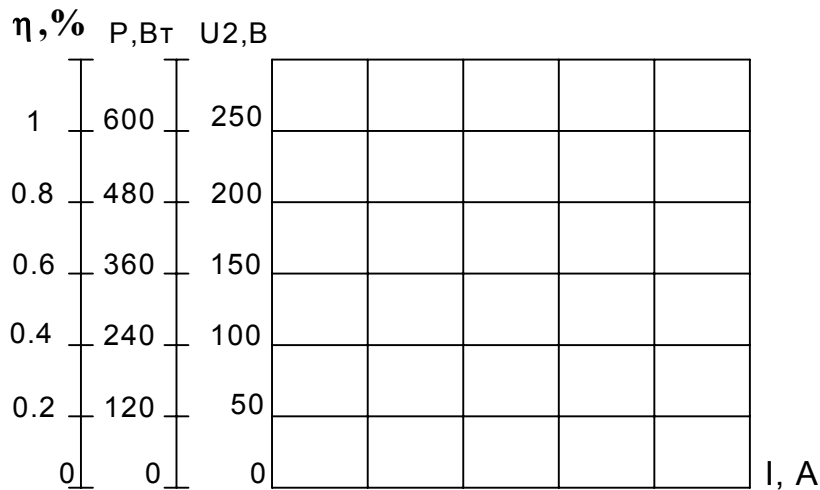

Рис.2 Графічна залежність результатів досліджень
- перенести криву з ЕО на *рис. 2* так, щоб її нуль був на перехресті осей напруги (u) і часу (t), та починався позитивний напівперіод;